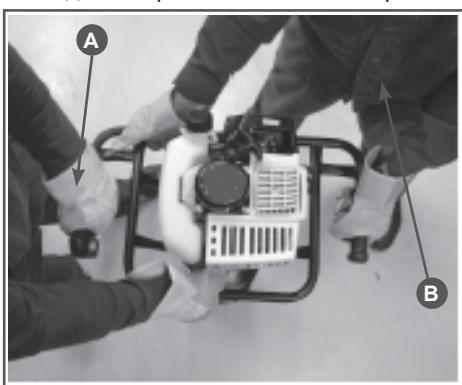

Рис.10 Положение рук при работе вдвоем
7. Бурение скважин диаметром более 150 мм или глубиной более 1 м рекомендуется проводить вдвоем, силами оператора и помощника. Оператор (A) направляет мотобур (Рис. 10), удерживая его за рукоятку с курком газа и раму. Помощник (B) помогает ему и направляет мотобур, удерживающая его за другую рукоятку и раму, находясь с противоположной стороны.